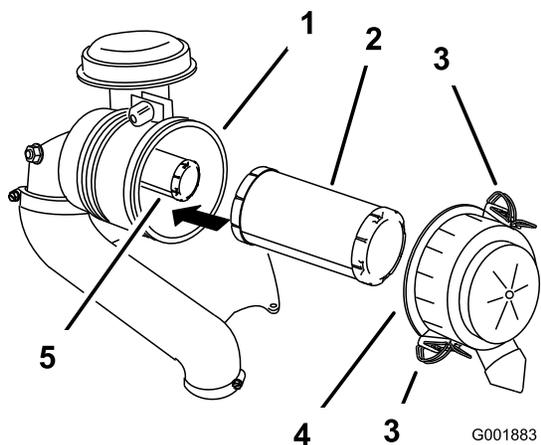

Рисунок 59
3. Освободите защелки воздухоочистителя и отделите крышку от корпуса воздухоочистителя (Рисунок 59).
5. Осторожно извлеките фильтр грубой очистки из корпуса воздухоочистителя (Рисунок 59).
2. При замене внутреннего фильтра осторожно вставьте его в корпус фильтра (Рисунок 59).
3. Осторожно вставьте фильтр грубой очистки поверх контрольного фильтра (Рисунок 59).
4. Установите крышку воздухоочистителя и закрепите ее защелками (Рисунок 59).